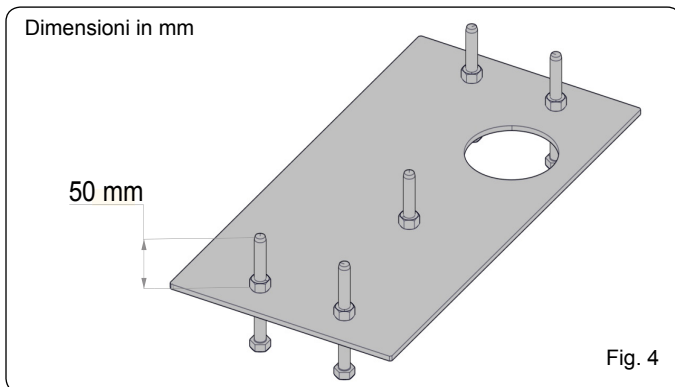

Fig. 4
1. Assemblare la piastra di fondazione come da Fig. 4.